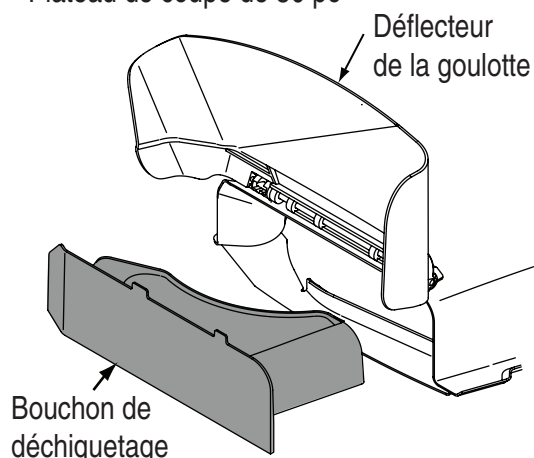

Figure 3
- Localisez le support d'expédition et l'étiquette (le cas échéant) qui se trouvent entre le déflecteur de la goulotte et le plateau de coupe. Redressez le déflecteur de la goulotte et retirez le support en le tournant vers la droite. Abaissez le déflecteur de la goulotte. Voir la Figure 3.